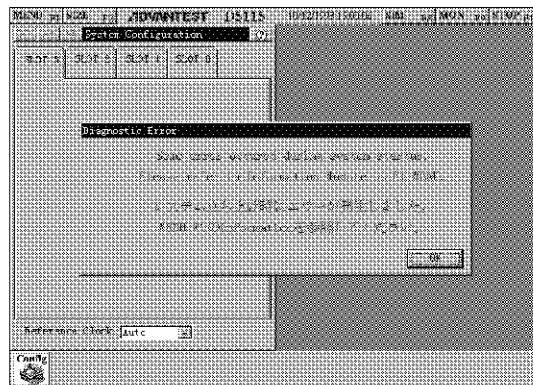

図 1-7 自己診断エラー表示
1. システム・コンフィグレーション画面が表示されたあと、図 1-7 のようにエラー・メッセージが表示された場合は、「2. 自己診断機能」を参照して下さい。